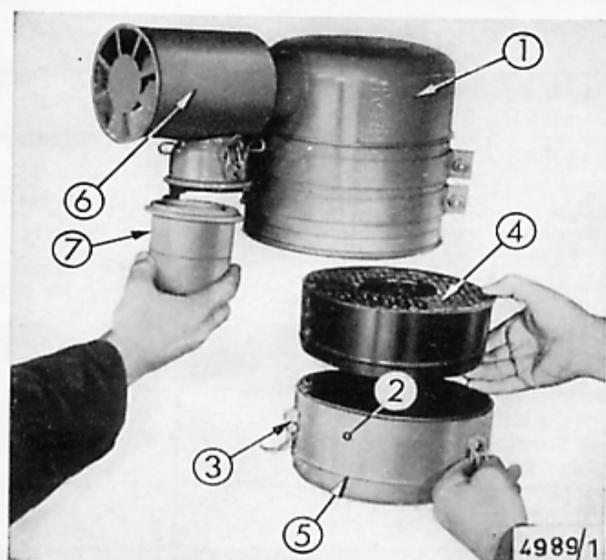

Fig. 23
**en fonction des quantités de poussière absorbée** entre 10 et 60 heures de marche. Le moteur devra être à l'arrêt depuis au moins une heure. L'huile contenue dans le filtre (1) – Figure 23 – aura eu le temps de s'écouler dans le bol (2). En enlevant les agrafes (3) de fixation, vous pourrez dégager le bol. Le manchon (4) se détache facilement d'un léger coup de main. L'huile altérée ne peut plus être réutilisée. Après rinçage au gas-oil des différents organes du filtre et parfait égouttage de l'élément (4), remplissez le bol jusqu'au repère (5) avec de l'huile fraîche et remontez le filtre.